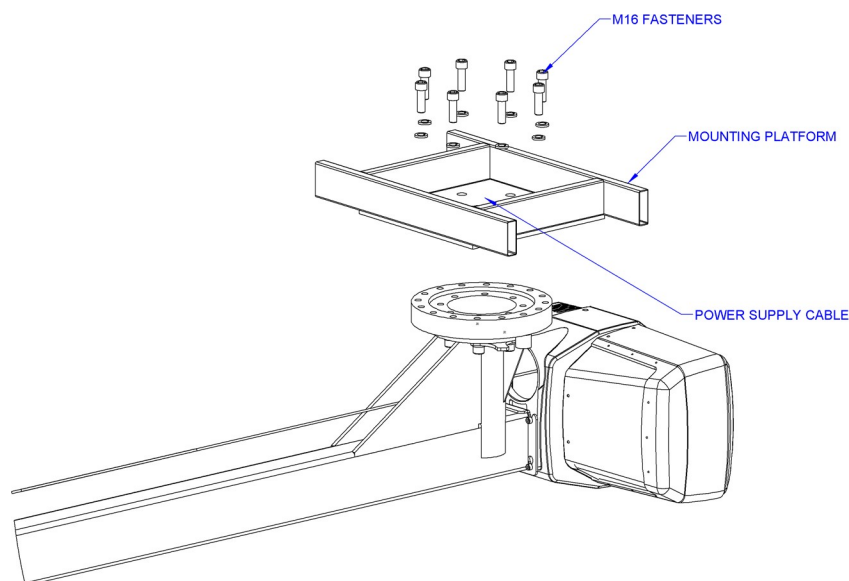

Fig. 5A. Installazione di Easy Arm® sospeso.
- 5.3 Issare l'apparecchio sulla piattaforma di montaggio e far passare il cavo dell'alimentazione (e il tubo dell'aria opzionale) nel foro centrale della piattaforma (**Fig. 5A**). Inserire le viti nella piattaforma e nei fori filettati del supporto principale. Continuare a supportare l'apparecchio con una gru o un carrello elevatore finché tutte le viti siano state serrate saldamente.